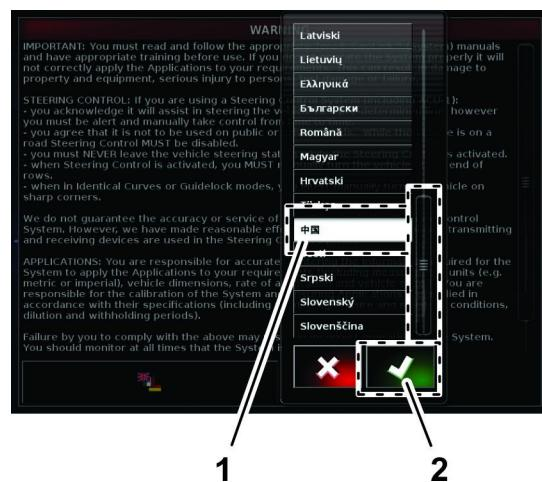

图 16
- 在语言选择对话框中导航至您的首选语言从列表中选中然后按 是图标图 16。